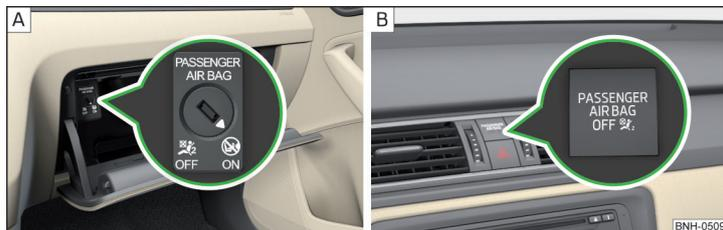

Fig. 12 Comutador de llave para el airbag lateral del acompañante/Testigo para el airbag delantero del acompañante
- El testigo de control **OFF** 3 » fig. 12 de la página 22  se enciende tras conectar el encendido.
- Gire con la llave del vehículo cuidadosamente la ranura del conmutador de llave a la posición **OFF** » fig. 12 - **A**.
- Compruebe si, tras conectar el encendido, se enciende el testigo **OFF** **debajo del rótulo** **☞** **PASSENGER AIR - BAG** » fig. 12 - **B**.
- Gire con la llave del vehículo cuidadosamente la ranura del conmutador de llave a la posición **ON** » fig. 12 - **A**.
- Compruebe si, tras conectar el encendido, no se enciende el testigo **OFF** **debajo del rótulo** **☞** **PASSENGER AIR - BAG** » fig. 12 - **B**.